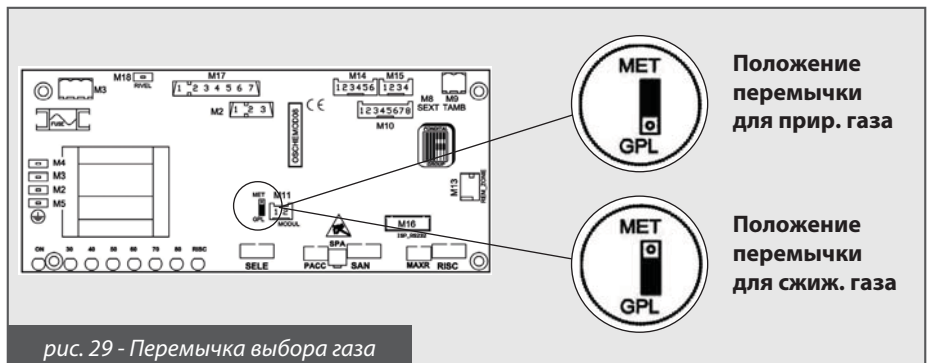

рис. 29 - Переключатель выбора газа
- на электронной плате установить переключатель MET-GPL в положение GPL (см. рис. 29);
- на электронной плате установить переключатель MET-GPL в положение MET (см. рис. 29);